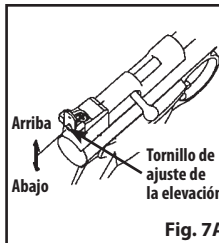

Fig. 7A
2. La mira trasera se puede ajustar para disparar más arriba o más abajo (elevación). Afloje el tornillo de ajuste de elevación girándolo en sentido contrario al de las manecillas del reloj. Mueva la mira hacia arriba para que el perdigón golpee más alto en el blanco. Mueva la mira hacia abajo para que el perdigón golpee más bajo en el blanco. Después apriete el tornillo de ajuste de la elevación girándolo en el sentido de las manecillas del reloj (Fig. 7A).